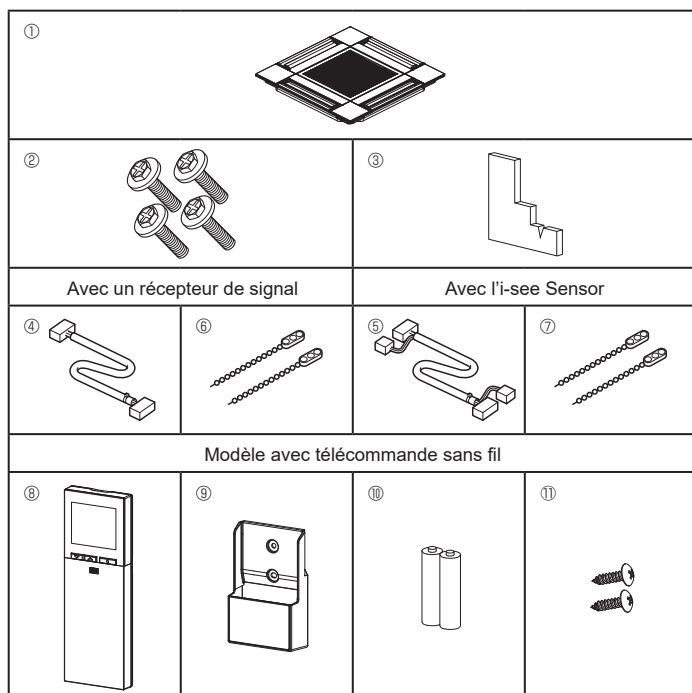

Fig. 6-1
6.1. Vérifiez la présence des accessoires de la grille (Fig. 6-1)